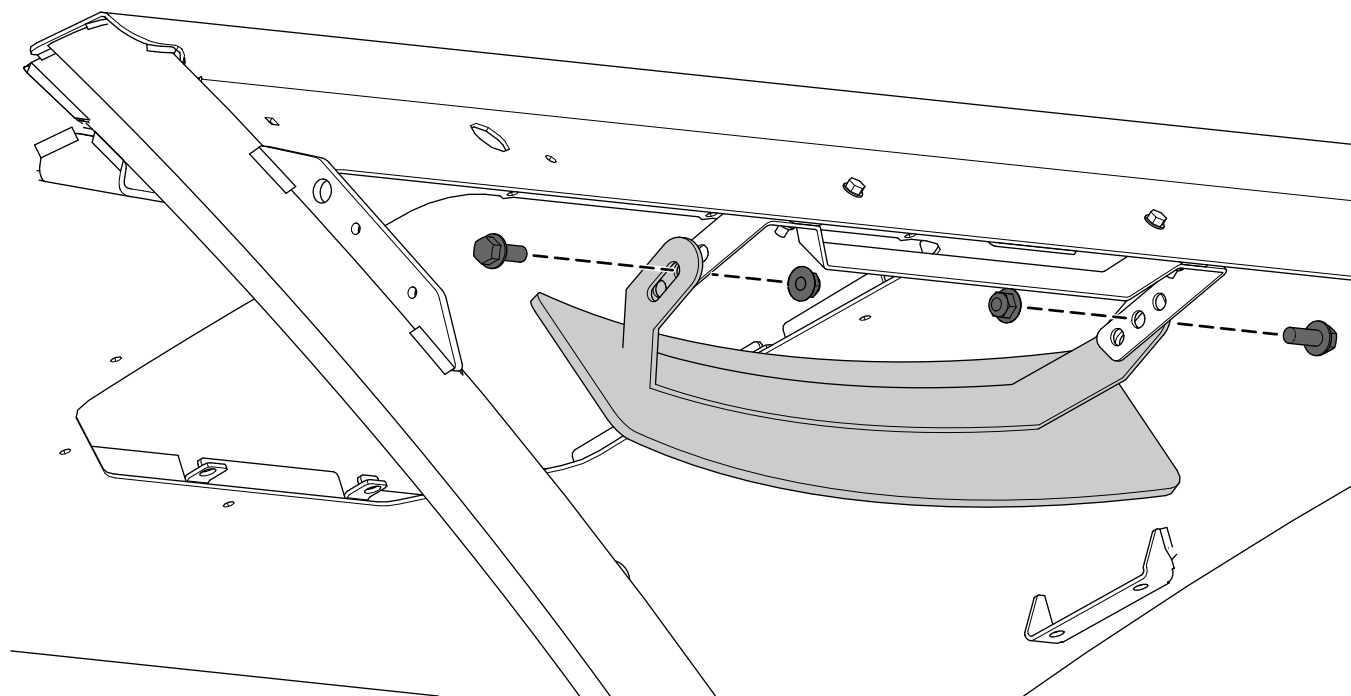

Figura 8
3. Fixe o espelho de grande ângulo ao conjunto de montagem do espelho utilizando dois parafusos de cabeça flangeada (3/8 x 1 pol.) e duas porcas de bloqueio (3/8 pol.) como se mostra na Figura 8.